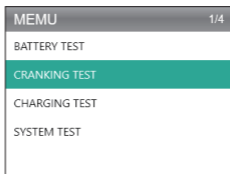

Figura 4.3.1
1. Selezionare "Cranking Test" e premere [OK]. (Vedi Figura 4.3.1)